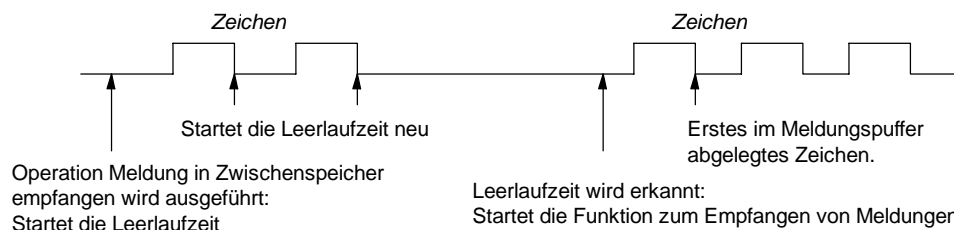

Bild 6-11 Starten der Operation Meldung in Zwischenspeicher empfangen mit Leerlaufkennung
1. **Leerlaufkennung:** Die Leerlaufbedingung ist definiert als Ruhe- oder Leerlaufzeit in der Übertragungsleitung. Der Empfang wird begonnen, wenn die Kommunikationsleitung während der in SMW90 oder SMW190 angegebenen Anzahl Millisekunden im Ruhe- oder Leerlaufzustand war. Wenn die Operation Meldung in Zwischenspeicher empfangen in Ihrem Programm ausgeführt wird, beginnt die Funktion zum Meldungsempfang die Suche nach der Leerlaufbedingung. Werden Zeichen empfangen, bevor die Leerlaufzeit abgelaufen ist, ignoriert die Funktion zum Meldungsempfang diese Zeichen und startet die Leerlaufzeit mit dem Wert aus SMW90 oder SMW190 neu (siehe Bild 6-11). Nachdem die Leerlaufzeit abgelaufen ist, speichert die Funktion zum Meldungsempfang alle nachfolgend empfangenen Zeichen im Meldungspuffer.